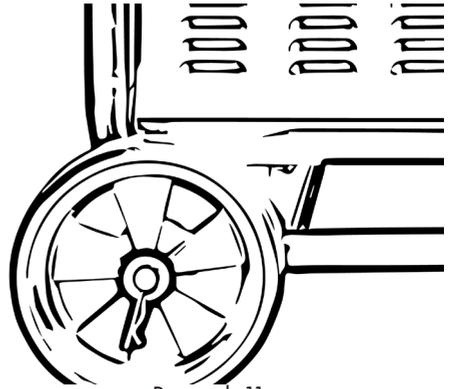

Rysunek 9: Przód urządzenia
- Poproś drugą osobę o przechylenie urządzenia w stronę wyciągu kabla (do przodu). Patrz rys. 9.